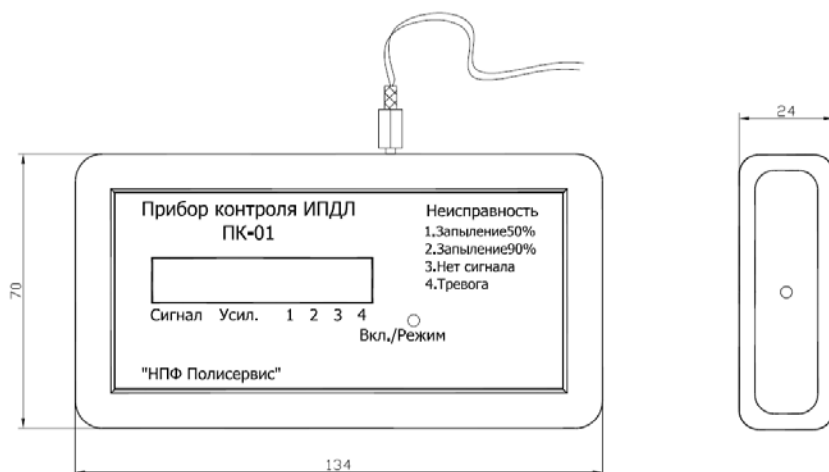

Рис.1 Общий вид прибора
3.2 Общий вид прибора приведен на рис.1.